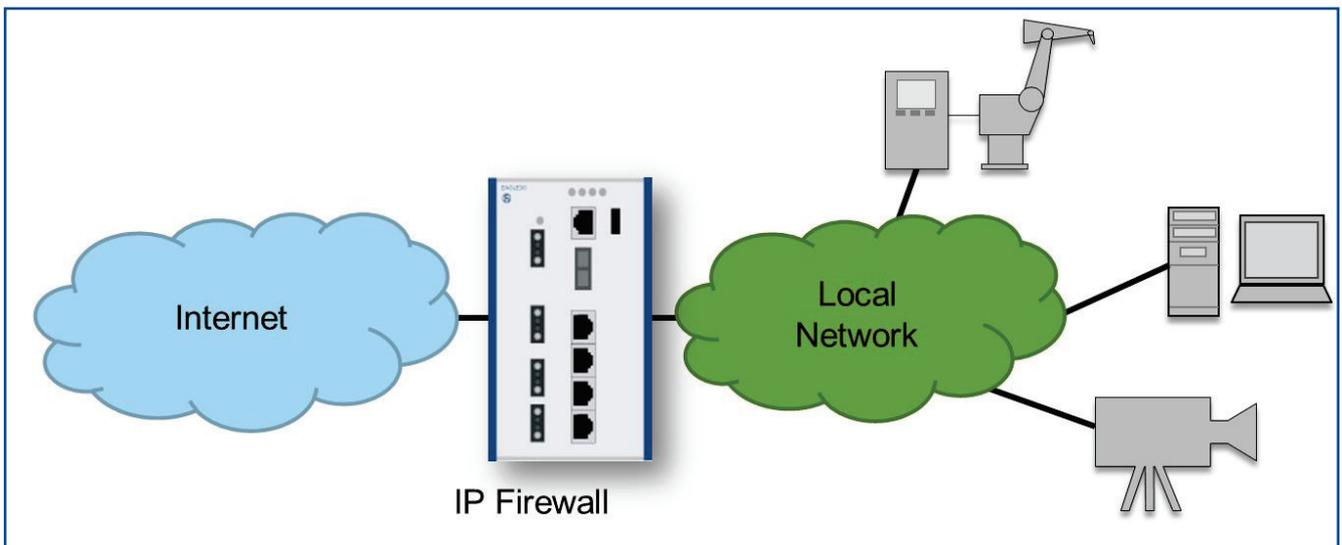

Abb. 1: Firewall zwischen dem Internet und dem lokalen Unternehmensnetzwerk
Möglichkeiten zur Filterung der Pakete wie auch des Verkehrs zwischen verschiedenen Netzwerken verfügen (siehe Abb. 1). Eine solche Firewall wird als IP Firewall bezeichnet, da sie den Verkehr des Internet Protokolls (IP) überwacht. Weil diese Firewalls oft sehr nahe an den eigentlichen Anlagen installiert werden, muss darauf geachtet werden, dass sie industriegerecht, also robust sind. Erweiterte Temperaturbereiche und/oder Zulassungen für spezielle Einsatzgebiete (z. B. Energieversorgung, Gefahrenbereiche und Transportwesen) sind maßgebliche Kriterien.